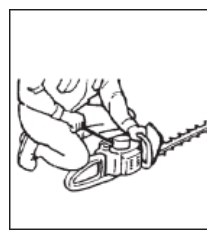

FIG. 4
4. Coloque la unidad sobre una superficie estable y limpia. Tire rápidamente de la manivela de arranque. (Fig. 4)